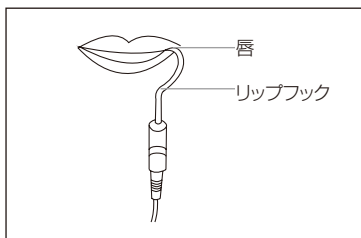

図19
- 4.2.4 リップフックを唇にかけ、フックの先端を口腔粘膜に接触させます(図19)。